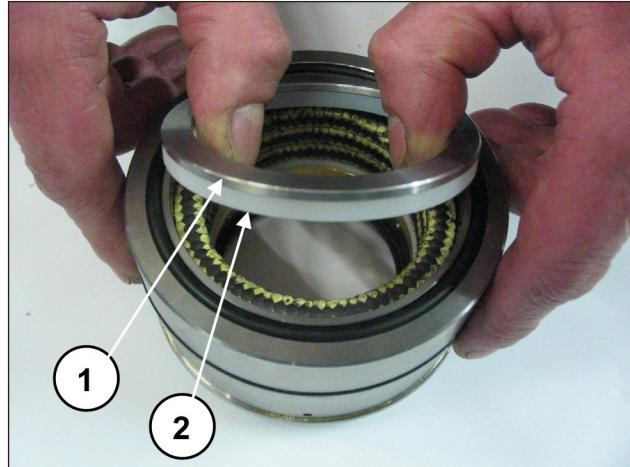
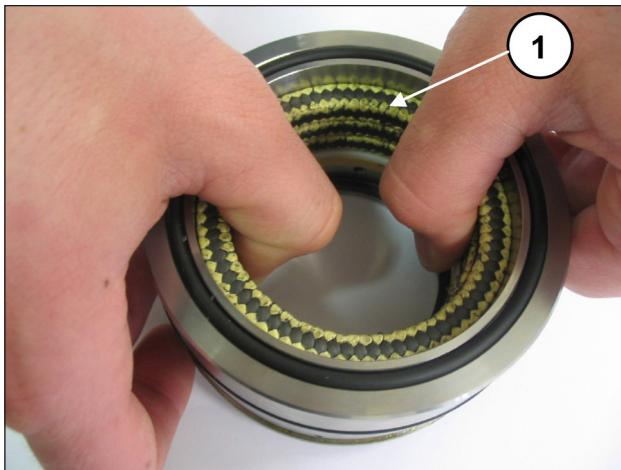

Fig. 161
Fig. 162
Separar el soporte de juntas de la camisa, desmontar la anilla del muelle y la anilla de retén (pos. ①②, Fig. 161) para acceder a las juntas de presión (pos. ①, Fig. 162).